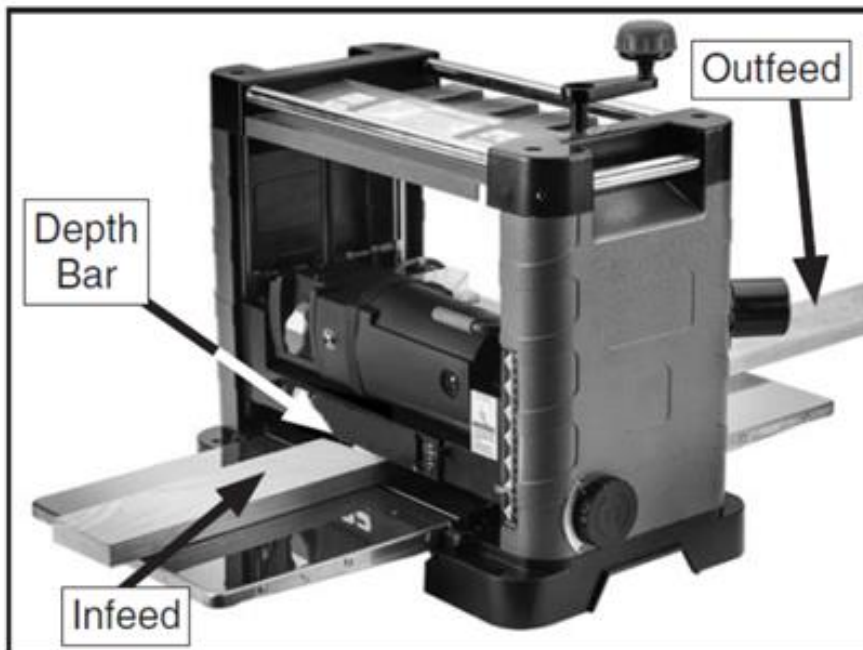

Рис. 18. Базовая настройка операции строгания.
2. Опускайте режущий вал головку до тех пор, пока планка глубины (см. рис. 18) не коснется заготовки.